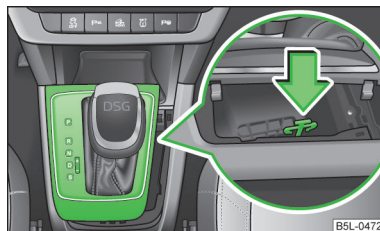

Fig. 107
- Con un dito premere il componente in plastica di colore giallo nella direzione indicata dalla freccia » fig. 107.